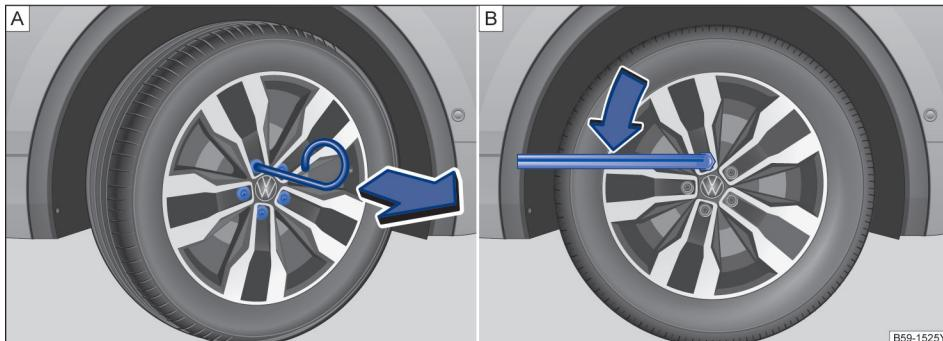

图 238 A. 从车轮螺栓上拔下盖罩 B. 更换车轮：松开车轮螺栓
- 将钢丝钩穿过开口插入盖罩内→图 238 [A]，然后沿箭头方向将其拔下。
- 将车轮扳手套到车轮螺栓上，然后推到限位位置→图 238 [B]。